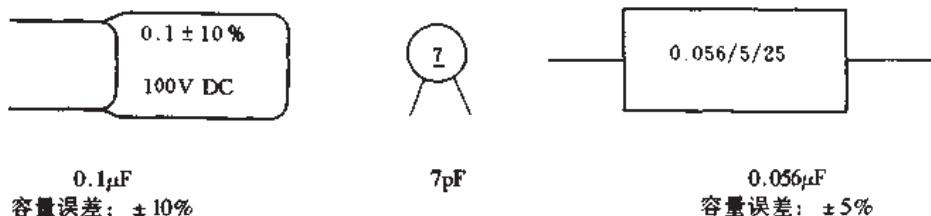

图 2.1.42 国外电容器容量不标单位的直接表示法
② 不标单位的直接表示法。在这种表示法中，如果用一位到四位大于 1 的数，则容量单位为 pF。若用零点儿或零点零点儿表示的，其单位一般是 μF。如 2200 则表示该值为 2200pF；0.047 表示 0.047μF。图 2.1.42 所示电容器的容量都是采用不标单位的直接表示法来标志的。
(2) 数码表示法 电容器数码表示法，一般用三位数来表示容量的大小，其单位为 pF (皮法)，而前面的两位数表示电容量值的有效数字，第三位数表示有效数字后面要加多少个零 (即乘以 10^x , x 为第三位数字)。如 223 为 22×10^3 (pF) = 22000pF = 0.022μF。又如 339，第三位出现了“9”，则说明该电容的容量在 1 ~ 9.9pF